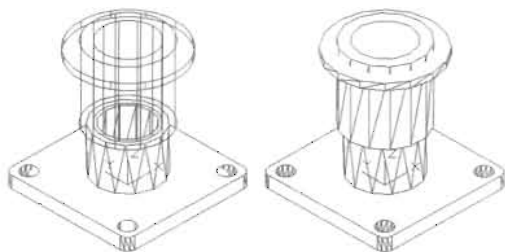

图 14-154
(2) 继续执行 `Cylinder` 命令,绘制一个半径为 38mm 的圆柱体,如图 14-154 所示,命令执行过程如下。